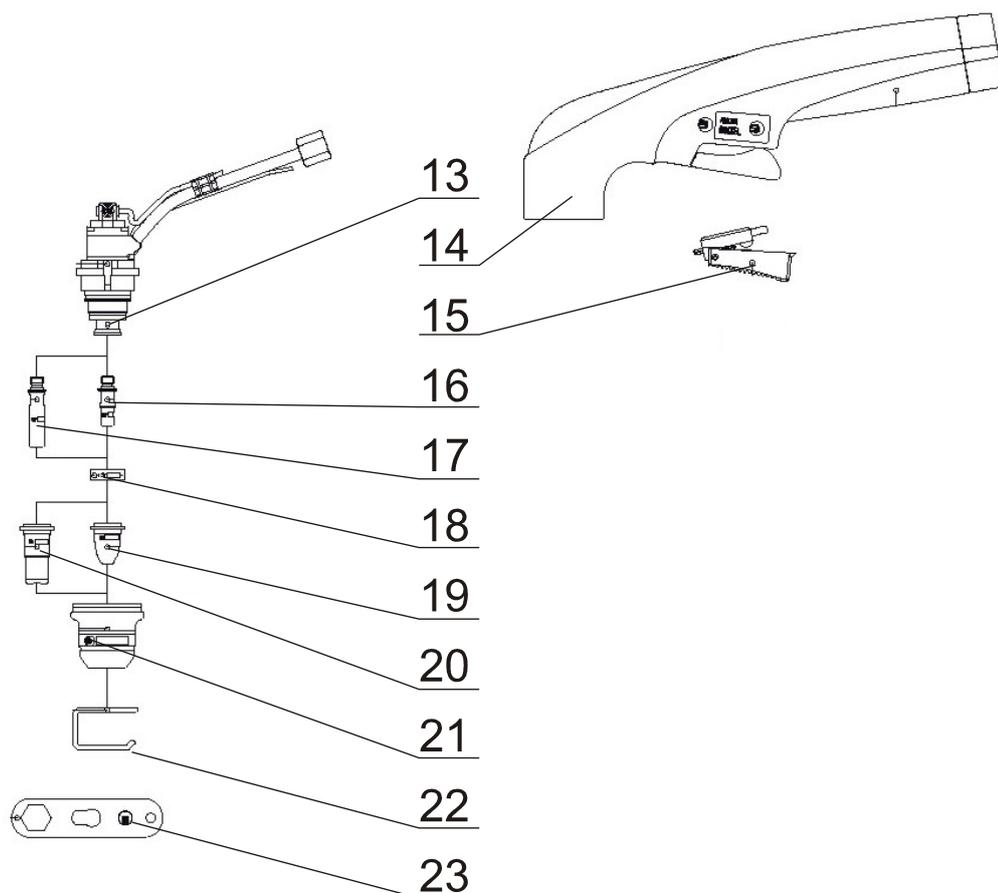

Fig. 4b Cannello BINZEL ABICUT 45 – parti di ricambio
2. Il cannello bisogna muovere con velocità regolare, cui valore dipende dallo spessore e dal tipo del materiale tagliato e dall'intensità della corrente di taglio. Raccomandiamo effettuare prima una prova. Per ottenere buona qualità di taglio è necessario mantenere la distanza dell'ugello di taglio dal materiale circa a 2 mm, ciò è consentito dalla molla di guida (fig. 4b, pos. 22) collocata sull'estremità del cannello a plasma. In caso di una distanza superiore si riduce la potenza di taglio e si spegne l'arco principale, in caso di utilizzo di piccole distanze si ha consumo superiore del cannello.